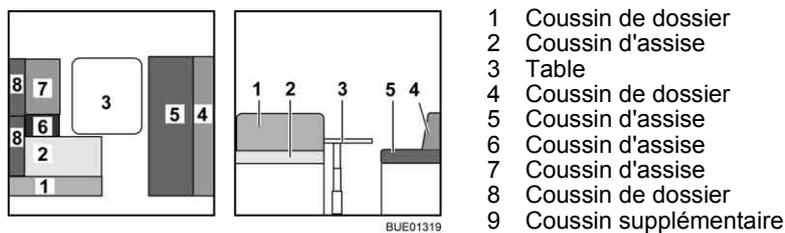

Fig. 139 Avant la transformation
- Convertir la table (Fig. 139,3) en sommier de lit (voir paragraphe 6.10).
- Retirer les coussins de dossier (Fig. 139,1 et 8) et les placer de côté.